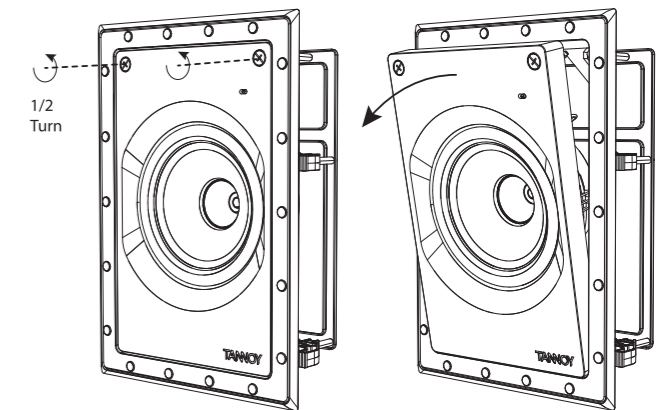

Fig. 4. Removing the Loudspeaker Assembly from the Frame
1. De luidsprekerplaat wordt in het frame vervoerd en moet als volgt worden verwijderd: Draai de twee schroeven minder dan een halve slag los en kantel de eenheid vervolgens uit het frame (Fig. 4). Bewaar het op een veilige, droge plaats totdat het klaar is om te worden geïnstalleerd.